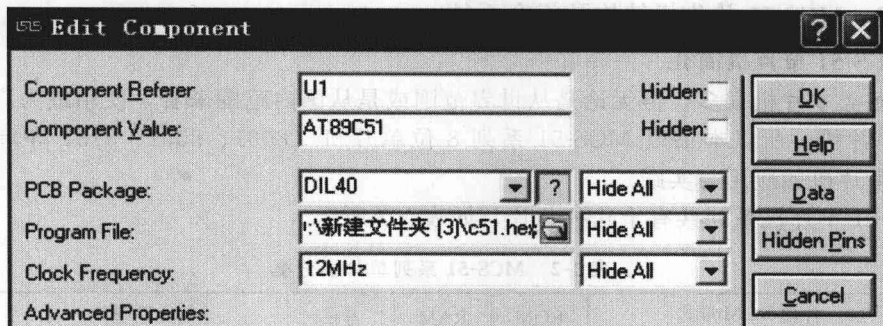

图 1-18 CPU 参数设置图
③ 元件编辑。在元件上单击右键选中元件，单击并按住左键将拖动元件移动；选择 、 工具将调整元件放置方向；单击左键将弹出元件参数设置对话框，在对话框中进行参数和序号设置等。如图 1-18 所示为 CPU 参数设置图。其中，Program File 栏为添加 .HEX 文件项，点击  按钮进入到保存 .hex 文件的文件夹，打开 .hex 文件（如 c51.hex）进行添加。